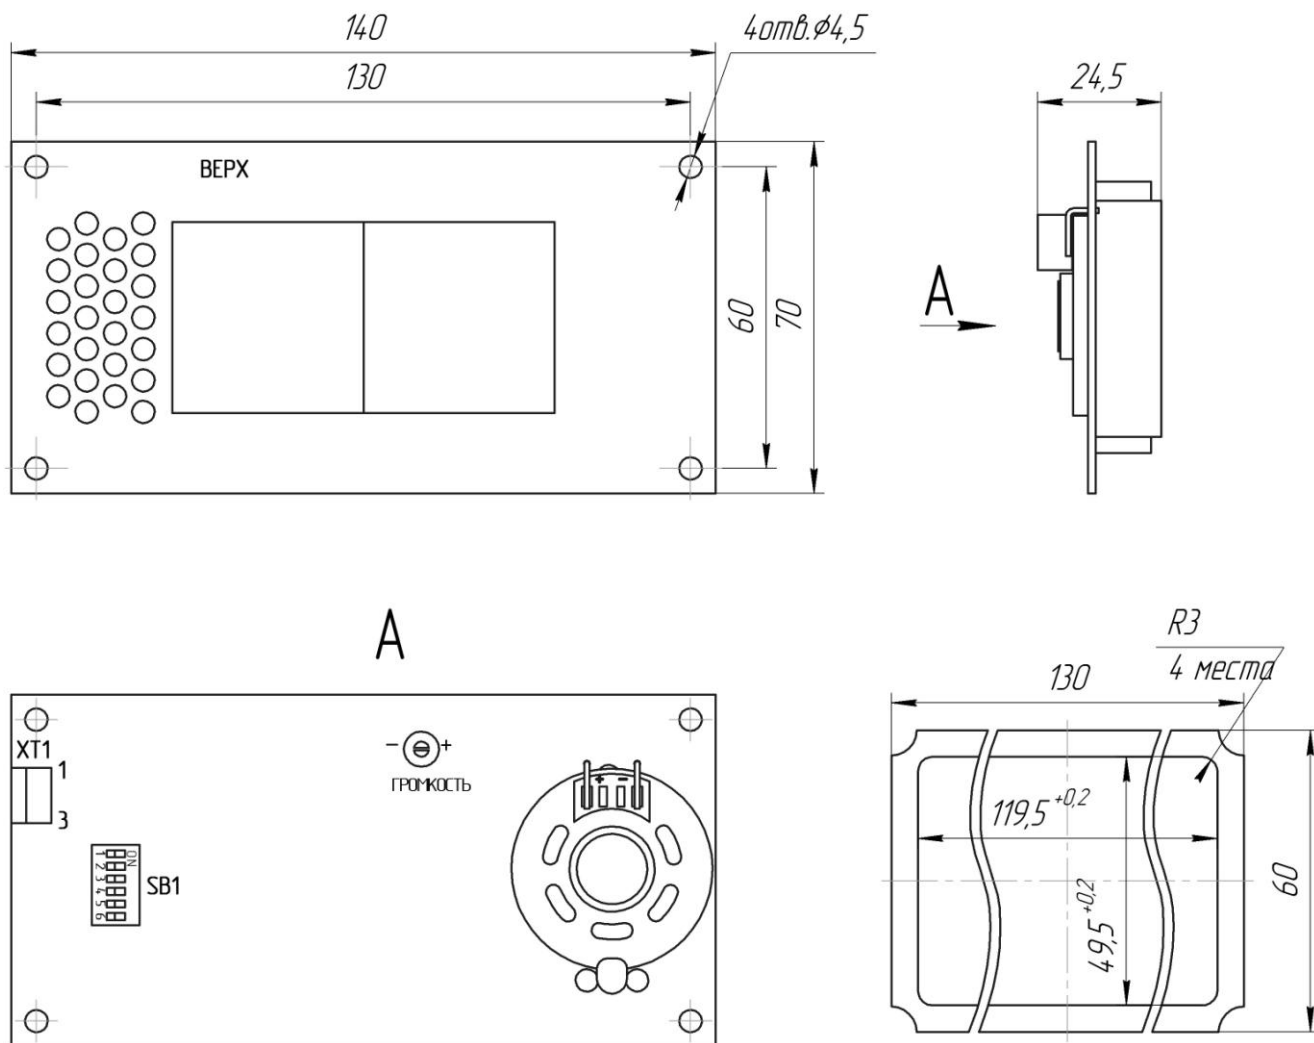
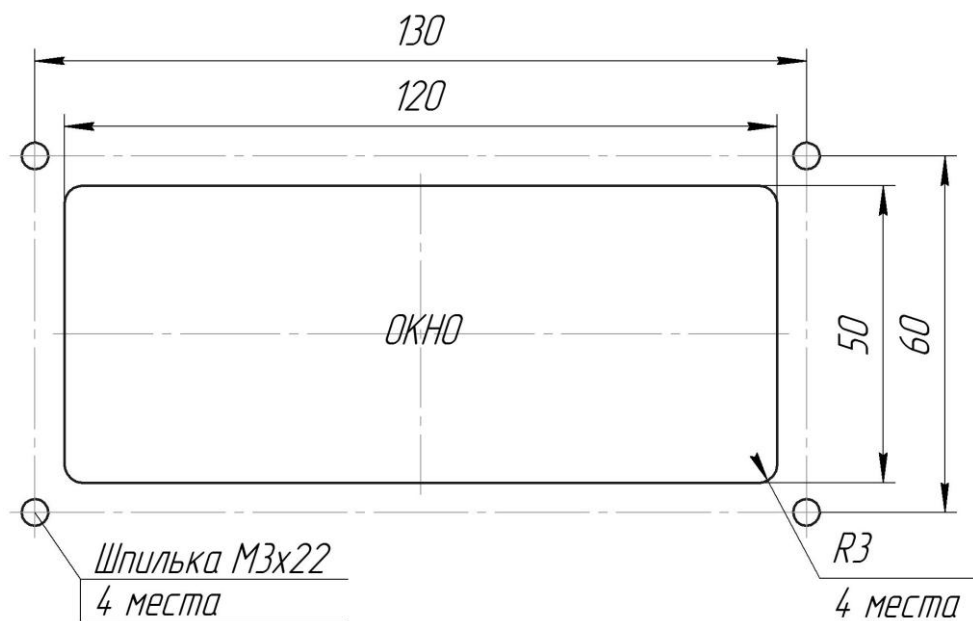

Рис.1. Габаритные и установочные размеры указателя УМЛ ГОНГ (исп. УКЛ, УЛ).
Рис.2. Разметка для крепления (вид со стороны установки)
Габаритные и установочные размеры показаны на рис.1. Разметка для крепления устройства приведена на рис.2.
- 4.2.1 Подключить указатель УМЛ ГОНГ(исп. УКЛ, УЛ) в соответствии с таблицей 1. Расположение разъема и нумерация контактов показаны на рис.1.